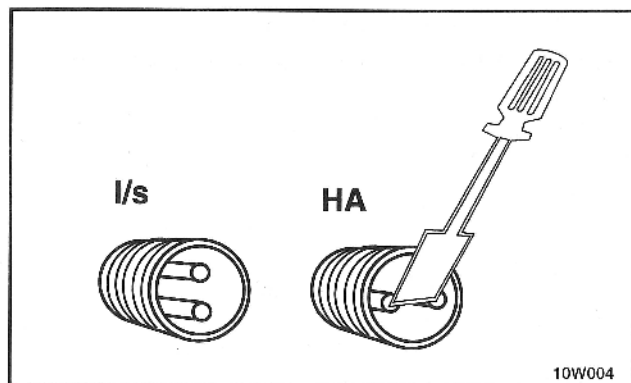

Fig. 7.1
- ☐ Tilslutningsstikkets poler kortsluttes med en lille skruetrækker (se fig. 7.1).